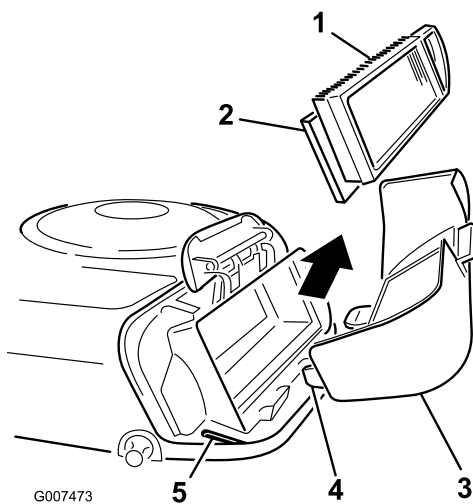

Figura 25
5. Estraete con cautela l'elemento in schiuma sintetica e l'elemento di carta dal convogliatore (Figura 25).
2. Allineate le linguette del coperchio del filtro dell'aria con le fessure del convogliatore (Figura 25).